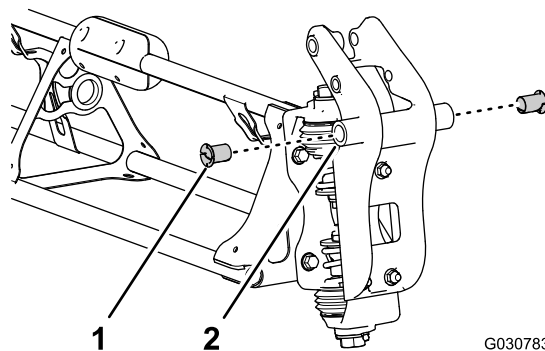

Figura 120
- Inserte un casquillo con brida de nylon en el orificio de 31,8 mm de cada lado del acoplamiento de giro (Figura 120).